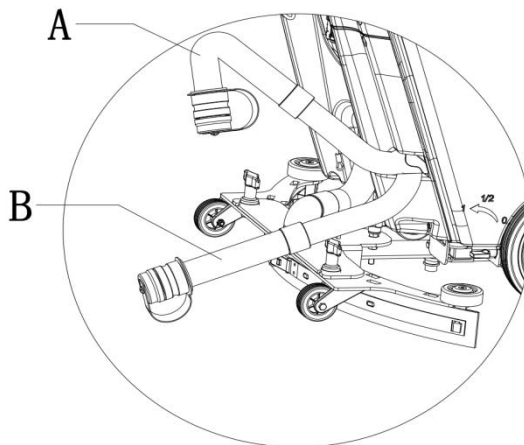

Figure 10
1. Retirer le tuyau de vidange et plier l'extrémité supérieure (comme le montre A sur la Figure 10). Puis fixer le tuyau de vidange au point bas ou sur le sol et dévisser le couvercle pour vider le réservoir (comme représenté B sur la Figure 10).
S'assurer que le tuyau de vidange est étendu au point bas ou sur le sol (comme représenté en A ou B sur la Figure 10) pour éviter toute pulvérisation d'eau sale sur l'opérateur.